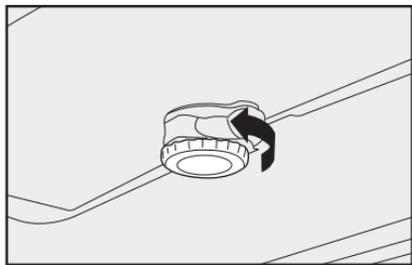
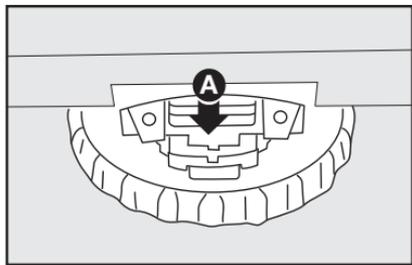

fig. 91
fig. 92
Girar a manivela **fig. 91** no sentido indicado, para permitir a abertura do teto solar na posição desejada.
- desprender a trava de cor vermelha **A-fig. 92**, exercendo uma ligeira pressão na mesma, conforme indicado (esta operação deverá ser executada utilizando a extremidade da chave de fenda existente na bolsa de ferramentas, localizada debaixo do banco do motorista);
Para recolocar o vidro do teto solar, inverter a ordem dos procedimentos de retirada encaixando o vidro novamente em suas sedes dianteiras e na trava **fig. 92**. Pressionar ligeiramente a parte traseira do vidro até ouvir o barulho metálico de travamento; logo após, girar 2 vezes a manivela **fig. 91** (em sentido contrário ao de abertura do vidro).